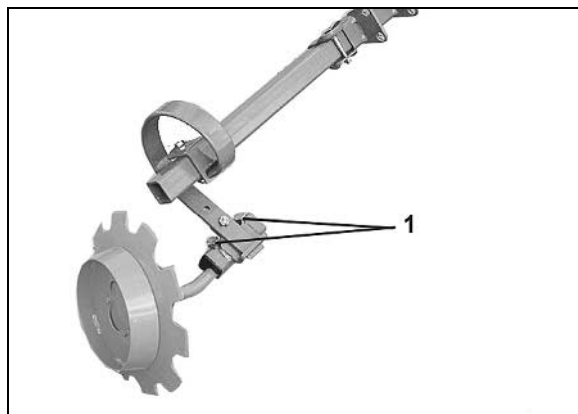

Рис. 75
1. Открутите оба болта (Рис. 75/1).